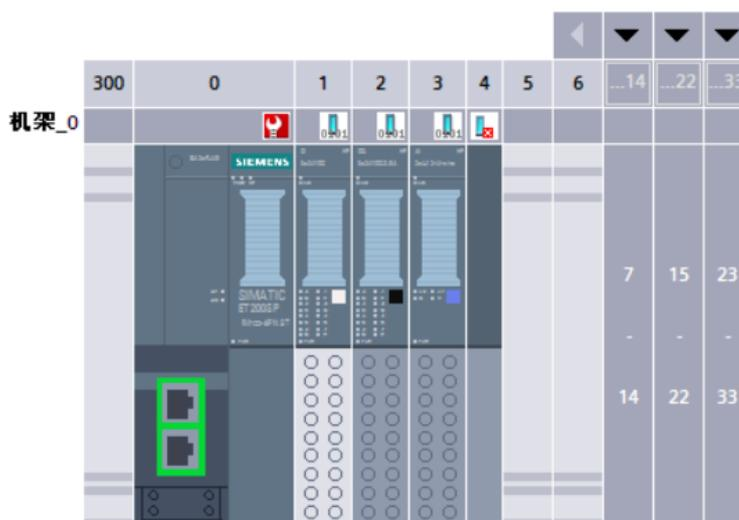

图 3-11 ET200SP 站点状态
6) 将项目下载到 CPU 中，分配 ET200SP 设备名称后，在线监控，可以看到站点上模块都显示不可用（见图 3-11），模块上的 DIAG 指示灯绿色闪烁！这是因为，接口模块激活组态控制后，必须写入控制数据记录后模块才能正常工作。